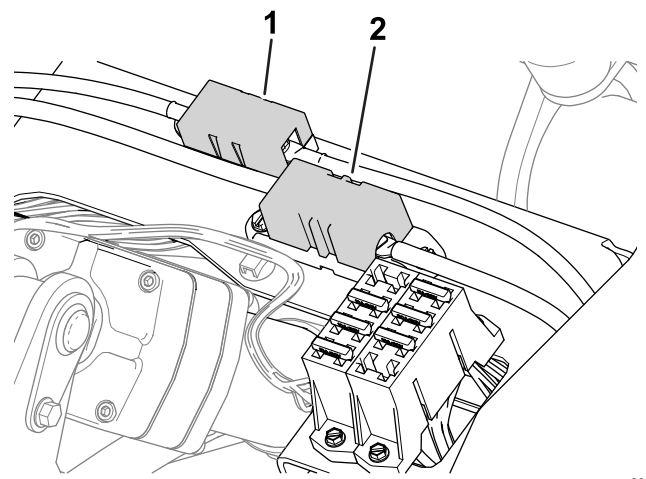

図 53
- ジェネレータのヒューズ100 Aと右ホイールモータのヒューズ60 Aは座席下にあります 図 53。